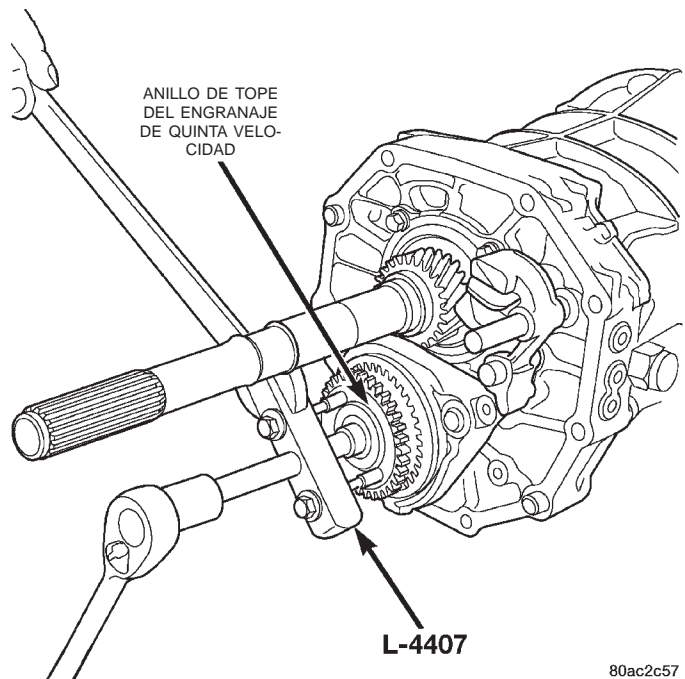

Fig. 56 Desmontaje del anillo de tope del engranaje de quinta velocidad
(8) Retire el anillo de tope del engranaje del árbol intermediario de quinta velocidad del conjunto del árbol intermediario con el extractor L-4407 (Fig. 56).